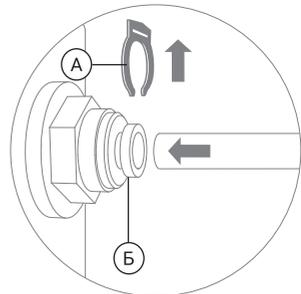

Рис. 5
1. Отсоедините стопорную клипсу (А), затем вставьте трубку до упора в фитинг, продев ее через цанговое кольцо (Б) (рис. 5). Для герметизации соединения приложите дополнительное усилие, при этом трубка утопится еще примерно на 3 мм и будет плотно обжата резиновым кольцом.